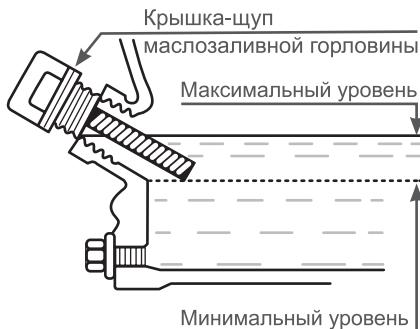

Рис. 17 Проверка уровня масла в картере
Максимальный уровень масла в картере соответствует нижней кромке заливного отверстия (Рис. 17).
- Аккуратно извлеките щуп и осмотрите его. Уровень масла должен соответствовать верхней отметке на щупе. При недостаточном уровне масла в картере необходимо долить чистое масло до верхней отметки на щупе, что соответствует нижней кромке заливного отверстия (Рис. 17).